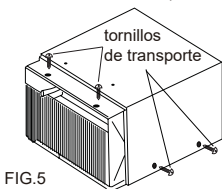

FIG.5
7. Remueva los tornillos de transporte de la parte superior de la unidad, así como los de los lados juntos a la base si están instalados. Será necesario volver a instalar los tornillos más tarde (Vea FIG.5)